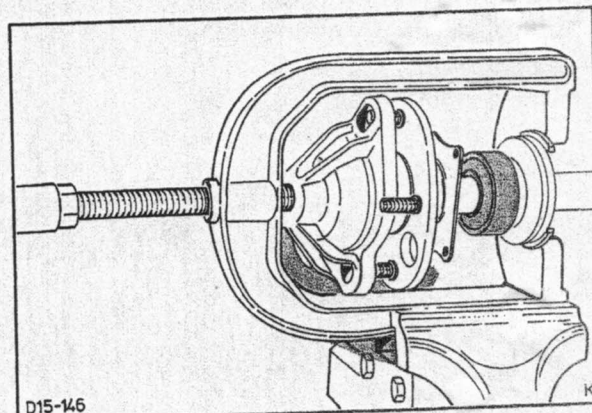

Fig. 124 - Mise en place du roulement sur l'arbre de roue
7. Mettre en place l'arbre de roue ainsi que l'adaptateur 15-055-02 sur l'outil d'emmanchement du roulement 14-059-02 et mettre en place le roulement et la bague d'arrêt, fig. 124.